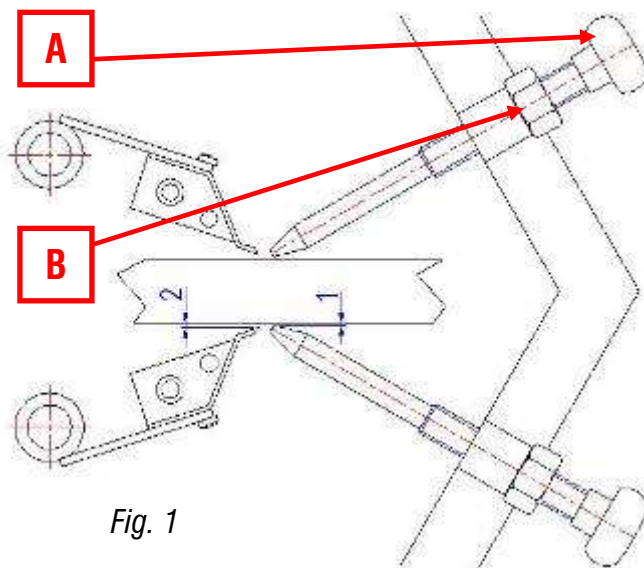

Fig. 1
**Le jeu entre le bois et les glissières doit être d'au moins 1 mm de chaque côté (fig.1 – page 29).**
**Le jeu entre le bois et les lames doit être d'au moins 2 mm de chaque côté (fig. 1 - 2 - page 29).**